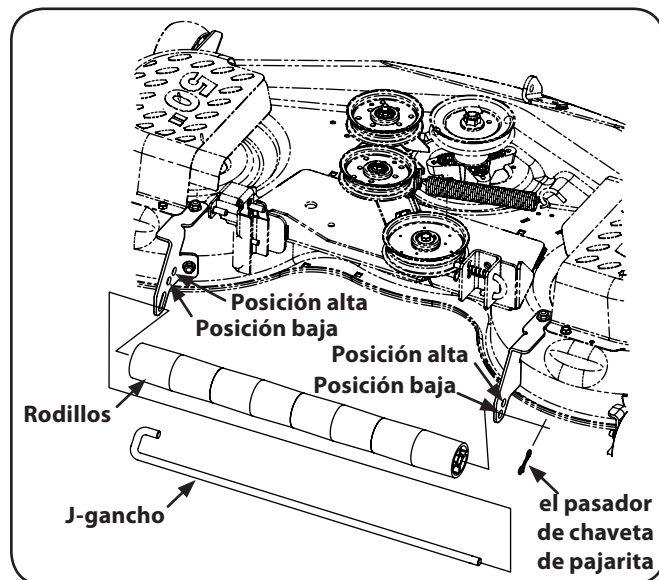

Figura 6-8
1. Para cambiar la altura de los rodillos, quitar el pasador de chaveta de pajarita y deslice el gancho en J-gancho el final es de agujero actual ajuste de la altura en el lado derecho del soporte de rodillo. Vea la Figura 6-8.